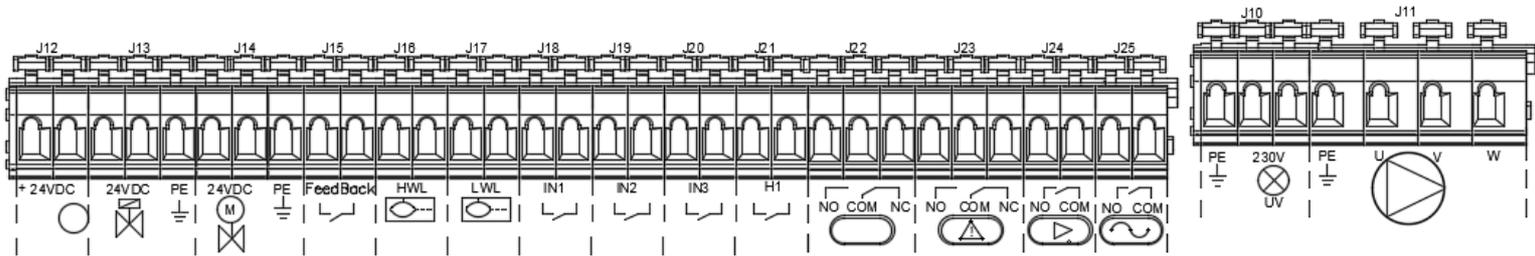

Abbildung 4.1: Meldekarte SEF-028.1
1) Schließen Sie das Standardzubehör wie in *Abbildung 4.1* dargestellt an die SEF-028.1-Karte an.